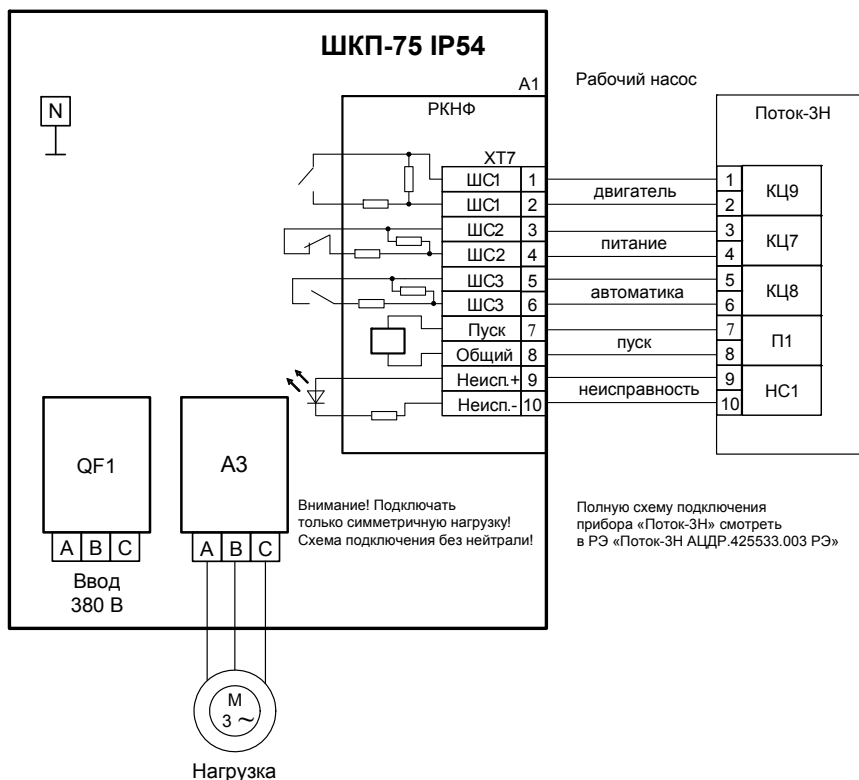

Рисунок 2. Схема электрическая подключения шкафа при эксплуатации
- 3) подключить к шкафу провода питающего сетевого напряжения, цепей нагрузки и контроля состояния согласно схеме электрической рис. 2;